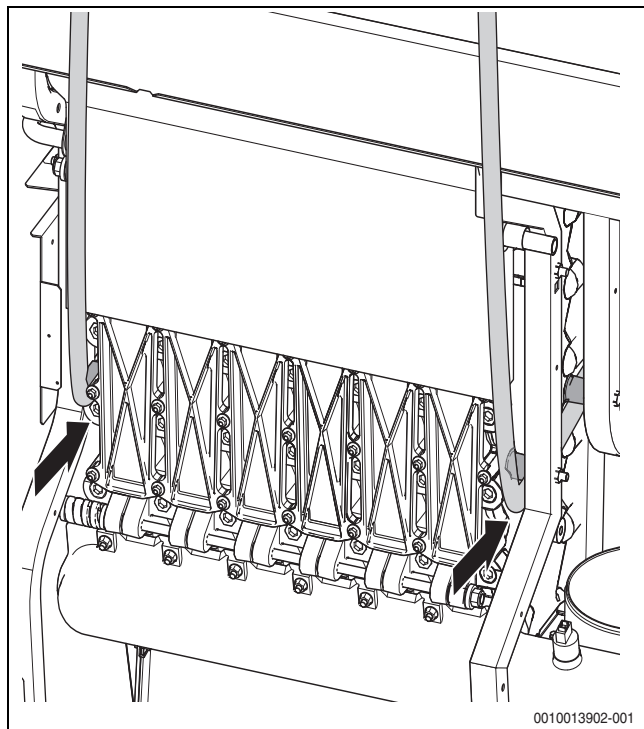

Рис. 5 Проводка строп через раму
► Пропустите стропы (петли) через раму котла (→рис. 5).